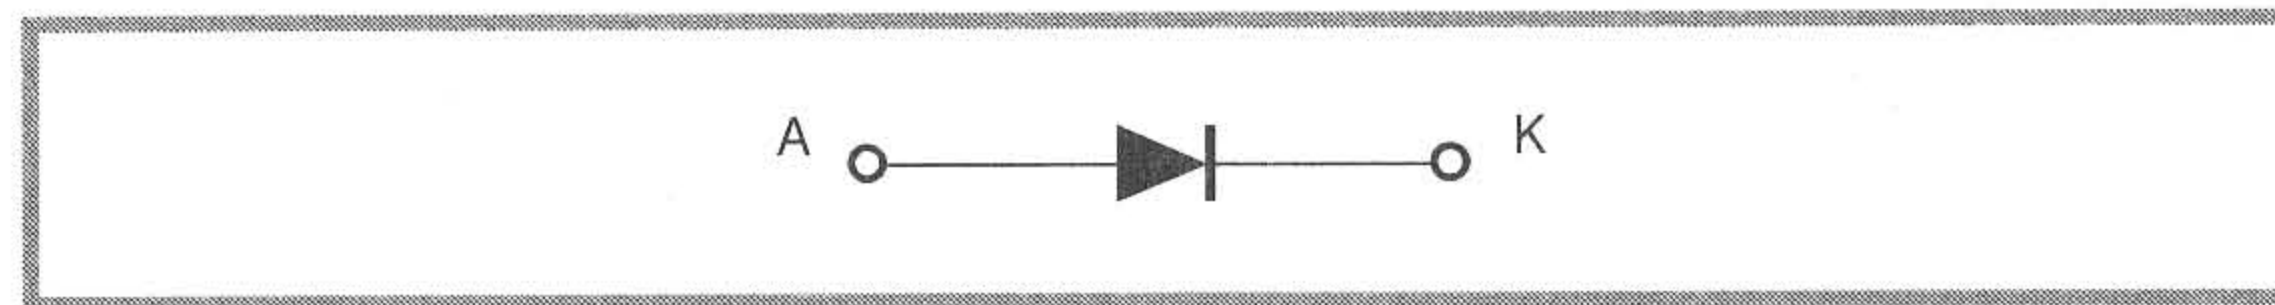
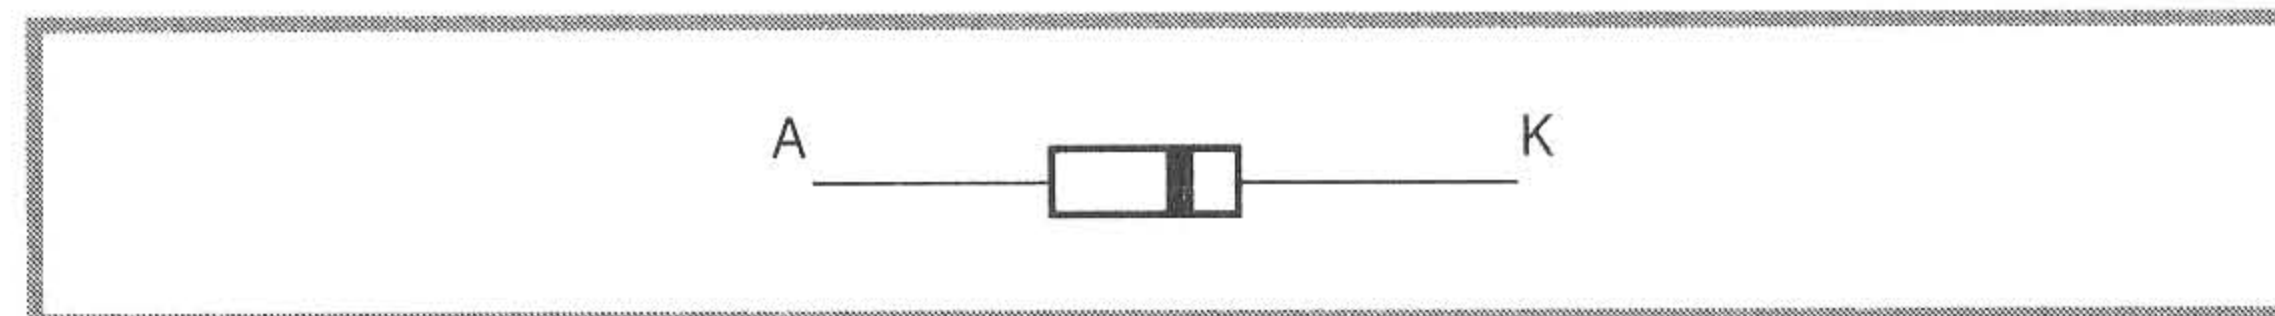

Figure 1.11 - Distinction entre anode et cathode sur le symbole d'une diode.
Figure 1.12 - Repérage de la cathode sur le corps d'une diode.
La diode est un composant formé d'un semi-conducteur (le silicium en général) sur lequel a été créée une jonction. Son comportement est simple : une diode a deux états : bloqué ou passant. Une diode bloquée n'est parcourue par aucun courant. Une diode passante est traversée par un courant, mais la tension à ses bornes reste sensiblement constante, autour de 0,6 à 0,7 V. Pour choisir l'état de la diode, il faut la polariser. Les deux bornes d'une diode ne sont pas équivalentes comme celles d'une résistance : on distingue l'anode (A) et la cathode (K). Ces deux points sont repérés sur le symbole de la diode à la *figure 1.11*. Pour les diodes courantes, la cathode est indiquée sur le boîtier par une bande comme le montre la *figure 1.12*.